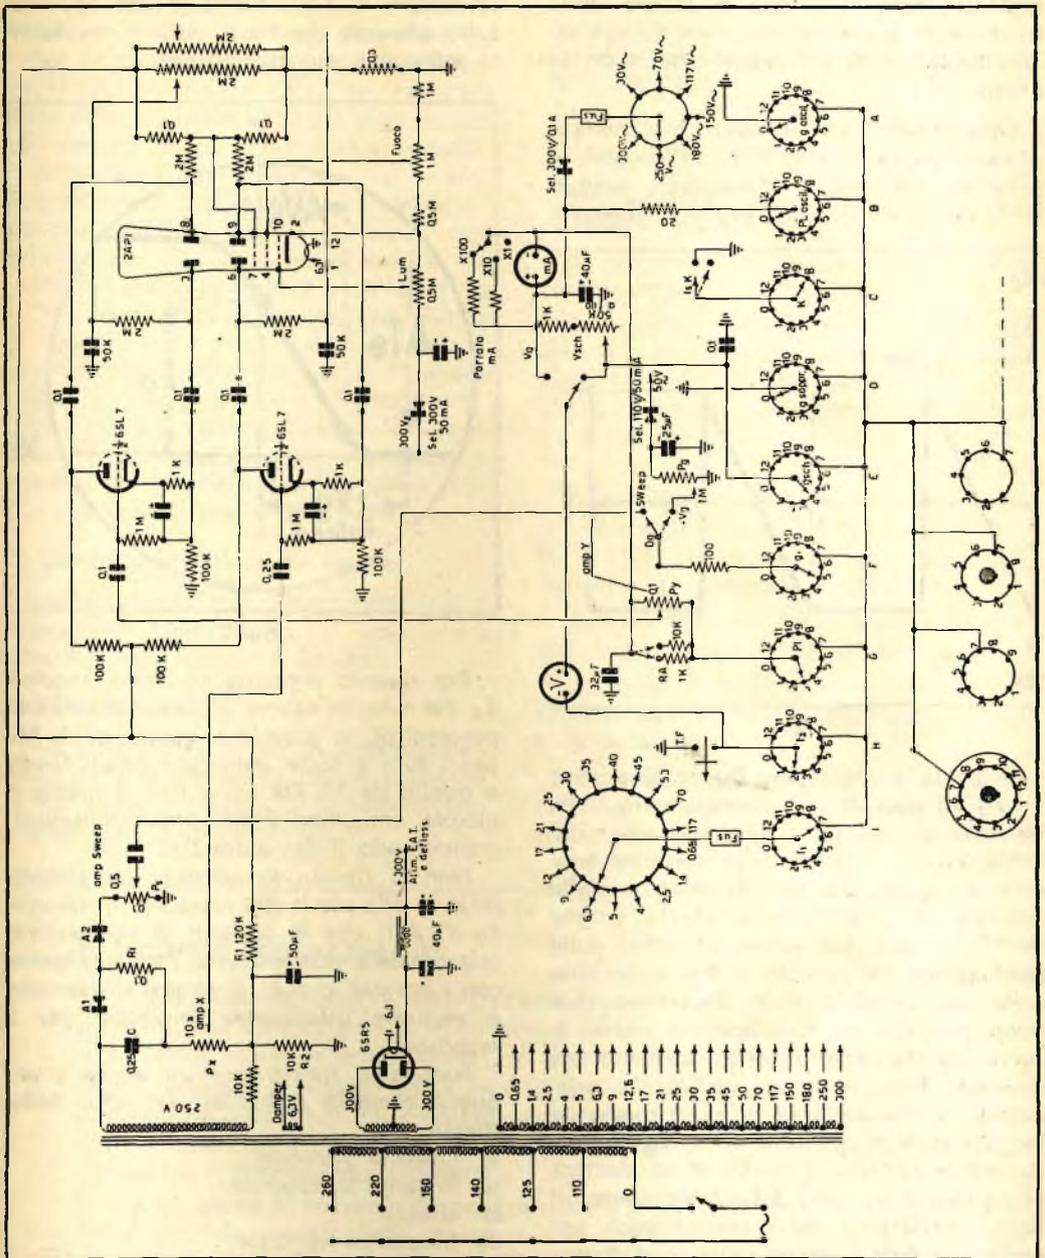

Fig. 1
Il circuito riguardante la prova dei tubi elettronici, illustrato dalla fig. 1, è basato sul seguente principio:
**N.B.** Nella fig. 1 i numeri corrispondenti dei contatti dei commutatori A. B. C. D. E. F. G. H. I. sono tutti collegati in parallelo fra loro ad eccezione dello 0.